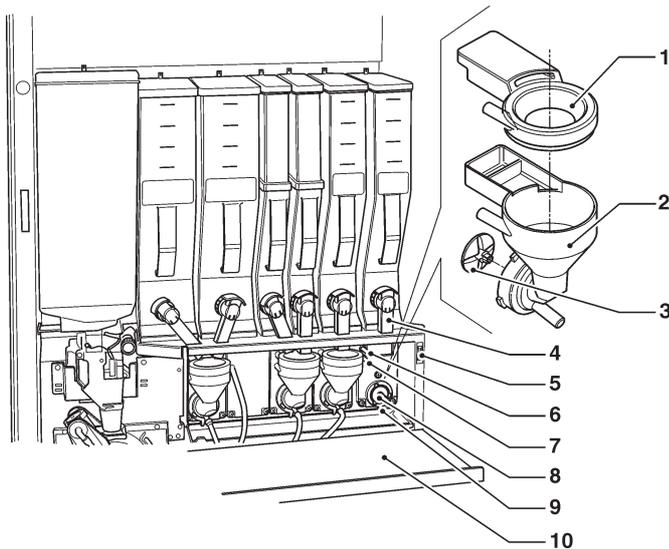

Fig. 10
- quitar (véase la fig. 10) de los mixer los embudos de los polvos, las tolvas del agua, los embudos de los depósitos de polvos y las paletas de los motoagitadores;